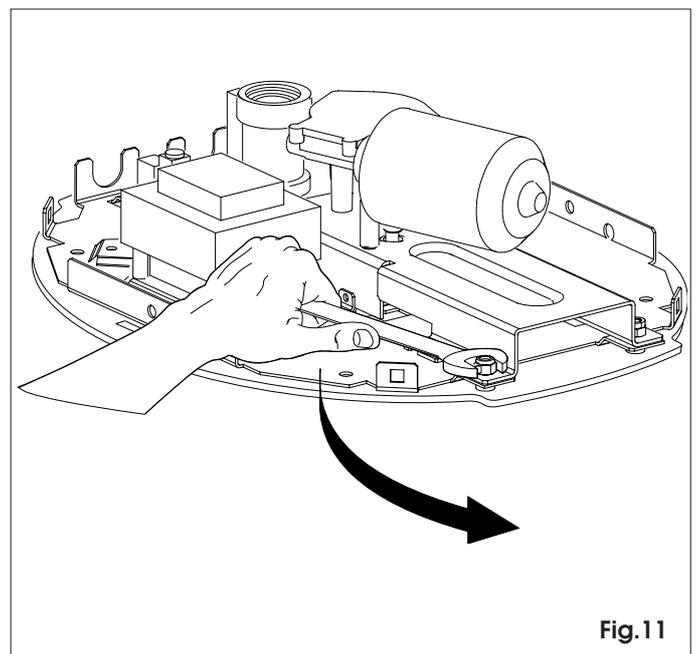

Fig.11
**6.5** Togliere il carter, svitare la lampadina e utilizzando l'apposita chiave rimuovere i dadi che bloccano il gruppo motore all'operatore (fig.11).